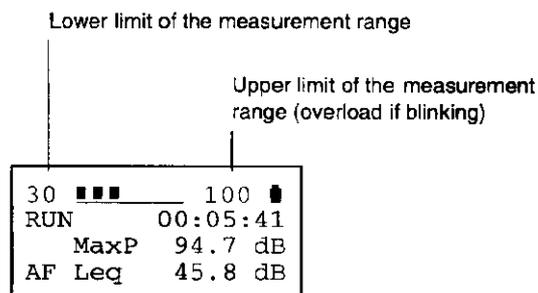

Fig. 3.3 Los limites del rango de medida
6. Si el limite superior del rango de medida estuviera parpadeando (ver Fig.3.3), entonces se ha producido una saturación y las medidas pueden no ser validas. Si fuera así, incremente la escala presionando R (compruebe el rango de medida en la pantalla como se muestra en la figura 3.3). Comience una nueva medida presionando M y repita desde el paso 4.
5. Si el límite superior del rango de medida estuviera parpadeando, es señal de que se ha producido una saturación y las medidas pueden no ser válidas. (Ver Fig.3.3). Si fuera así, aumente la escala presionando . Si quiere borrar el último registro, el de la saturación, consulte la sección 4.1.4. Comience una nueva medida presionando  y repita desde el paso 4.